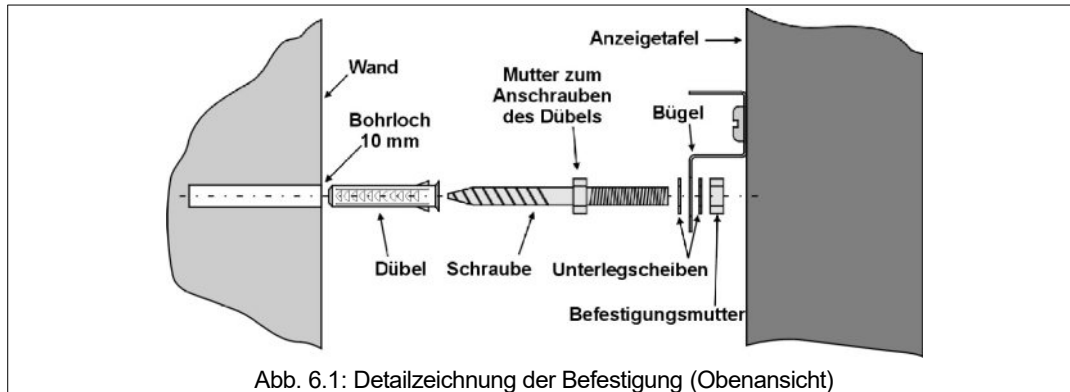

Abb. 6.1: Detailzeichnung der Befestigung (Obenansicht)
2. Den Dübel in jedes der beiden Bohrlöcher stecken und dann die Schraube zuschrauben, indem die Mutter mit dem entsprechenden 13 mm Schlüssel angezogen wird (siehe Abb.6.1); dann die Unterlegscheibe zwischenlegen.